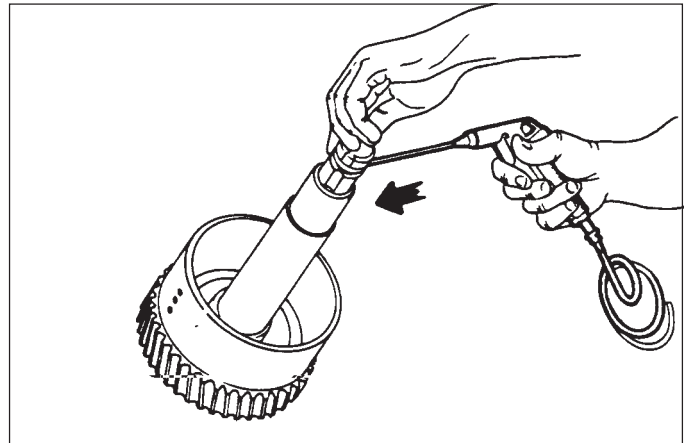

Fig. 22
- 8) Con pistola ad aria soffiare nei fori in coda all'albero fino ad ottenere l'espulsione del pistone (68). Togliere gli anelli OR (49) e (69) che in fase di montaggio dovranno essere sostituiti con nuovi (Fig. 22).
- 9) Con un estrattore speciale a griffe per esterno impegnato sui rulli, estrarre il cuscinetto (50).
- 8) Remove clutch piston (68) from clutch housing gear by means of an airblow. Remove the oil seal rings (49) and (69), which on re-assembly must be replaced with new ones (Fig. 22).
- 9) By means of a suitable puller, remove taper roller bearing (50) inner race from shaft.